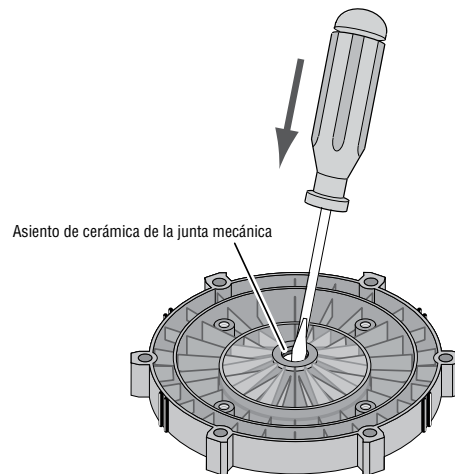

Figura 5
9. Coloque la placa de estanquidad hacia abajo sobre una superficie plana y golpetee para sacar el asiento de cerámica. (Figura 5).